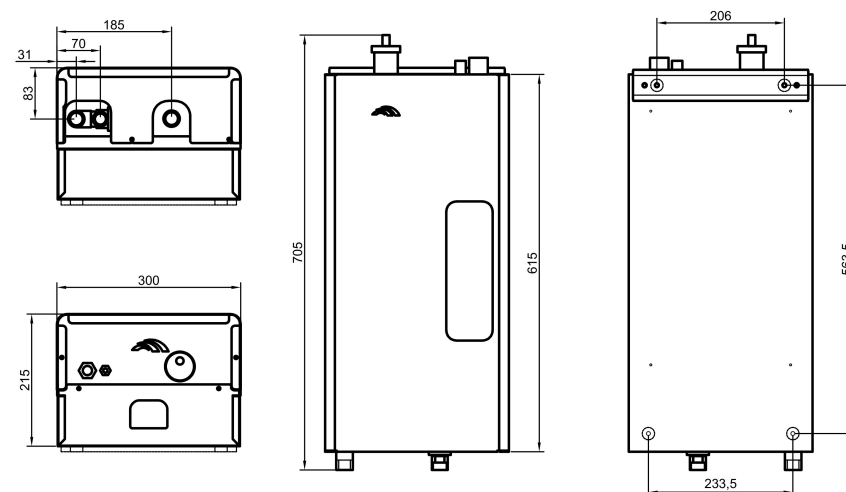

Рисунок 1 - Апарат електричний водогрійний КЕО-МАХ
5.1. КЕО-МАХ є конструкцією, що складається з окремих вузлів, розміщених усередині сталевго корпусу у формі паралелепіпеда (рис. 1). КЕО-МАХ закріплюється на стіні вертикально і підключається до системи опалення і електромережі (рис. 2).
5.2. Основні вузли КЕО-МАХ (рис. 1):